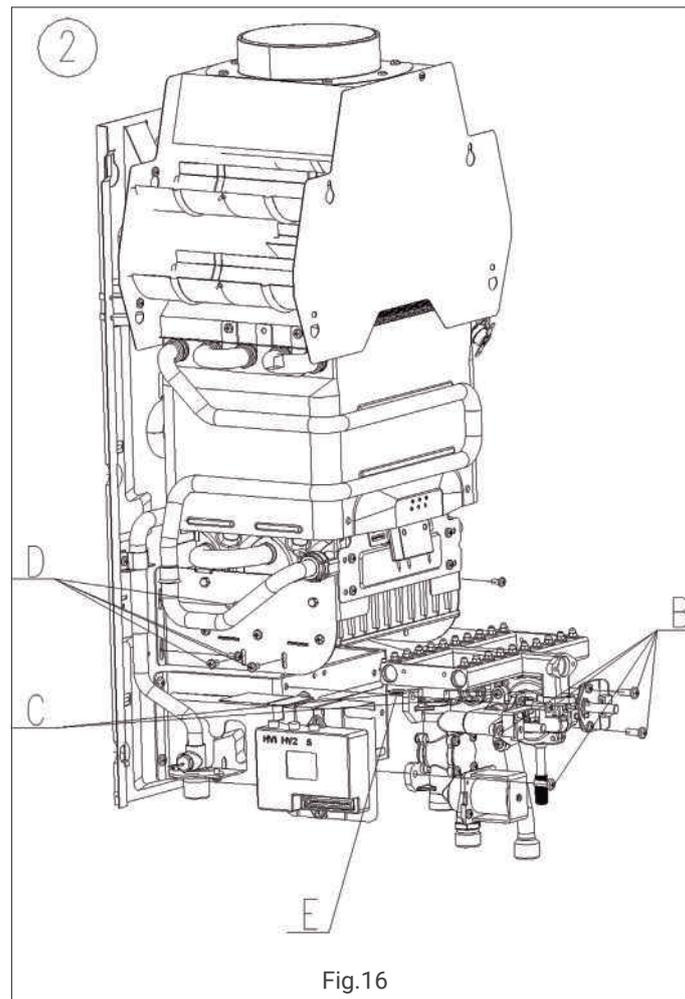

Fig.16
1. Svitare il collegamento tra la valvola acqua-gas e il suo supporto, rimuovere la clip che fissa il collegamento tra la valvola acqua e il tubo di ingresso dell'acqua del bruciatore. Rimuovere il collegamento dei cavi della valvola acqua-gas e della messa a terra (fig.16, punto B).
2. Svitare il raccordo tra la valvola acqua-gas e il collettore del gas.(fig.16,setp C).
3. Svitare il collegamento tra il collettore del gas e le due staffe laterali del bruciatore. Allentare le viti di riposo di entrambe le staffe laterali per sganciare completamente il collettore (fig. 16, punto D), quindi estrarre il collettore.
Azionare la sostituzione lentamente e assicurarsi di non danneggiare le guarnizioni di tenuta e di posizionarle correttamente. Si raccomanda di sostituirle con altre nuove (fig. 16, punto E).